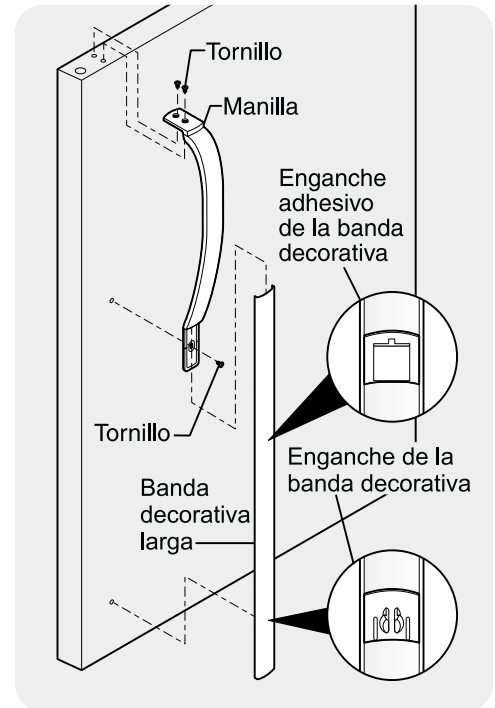
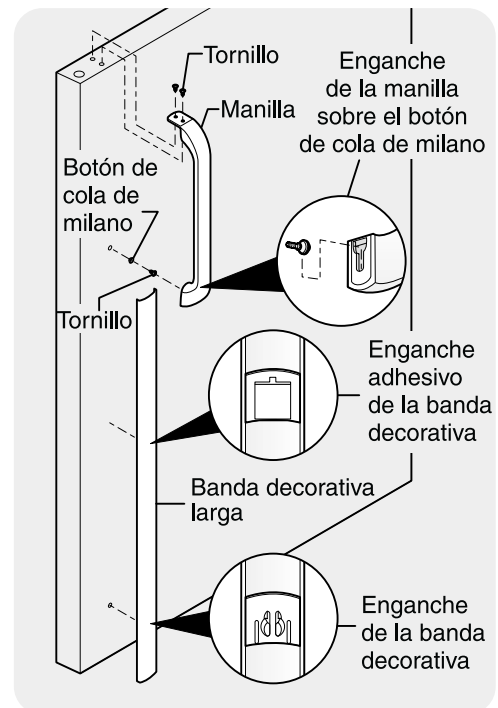

Figura 1
Figura 2
7. Enrolle el exceso de la tubería de suministro de agua (aproximadamente 2½ vueltas) detrás del refrigerador, como se muestra en la figura 1, y arregle la tubería enrollada de manera tal que no vibre o se desgaste por el roce con otra superficie.
En ciertos modelos, la puerta del refrigerador tiene una banda decorativa larga que se extiende desde la parte inferior de la manilla hasta la parte inferior de la puerta. La parte superior de la banda está sujeta al soporte de la manilla (figura 1) o encaja debajo de la base de la manilla (figura 2). En la mitad de la banda hay un “enganche adhesivo”. La parte inferior de la banda decorativa se mantiene fija en su lugar mediante un enganche adhesivo o un enganche de dos clavijas que se introducen en un orificio en la parte delantera de la puerta.
Manillas del tipo mostrado en la figura 1
Manillas del tipo mostrado en la figura 2